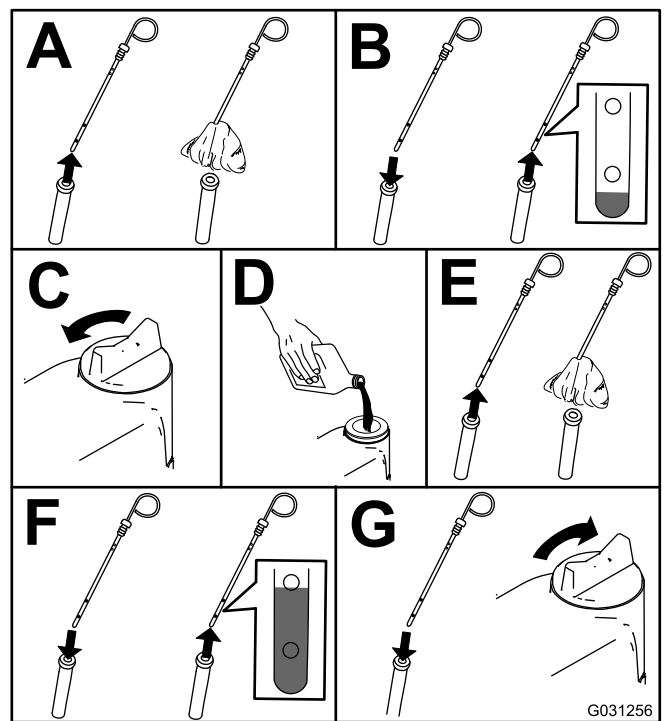

Figura 73
2. Compruebe el nivel de aceite del motor (Figura 73).